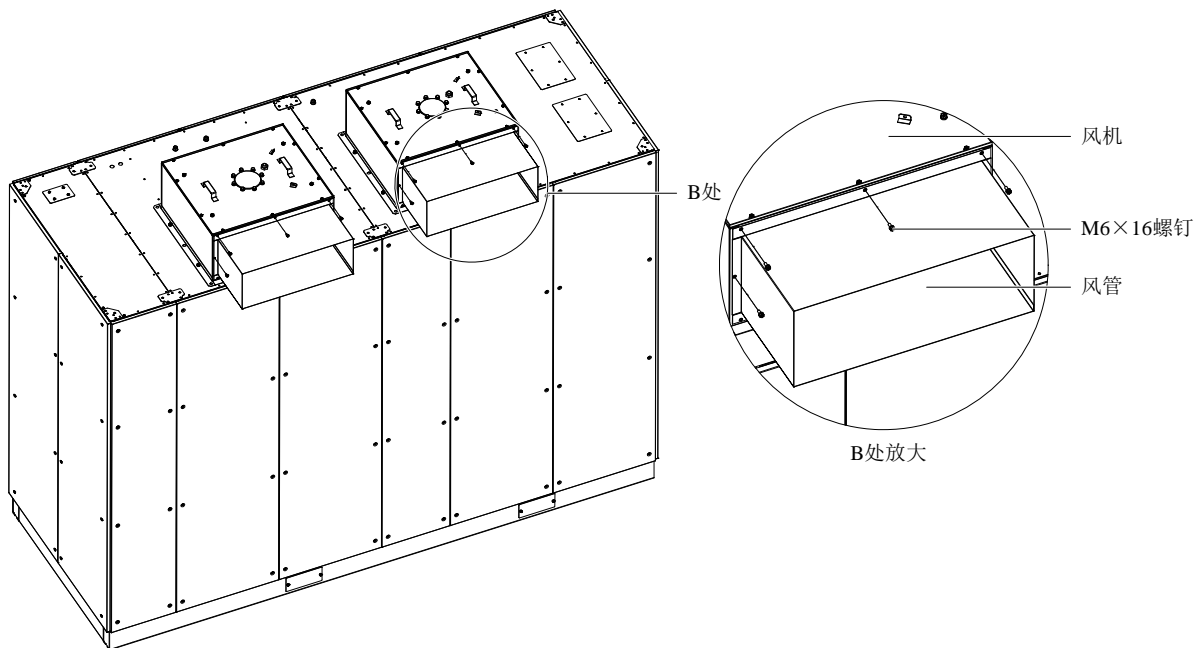

图2-34 安装风管
3. 将风管由上而下卡入风管卡接件和风机之间的缝隙，再用 M6×16 螺钉对其余三边进行固定，如图 2-34 所示。